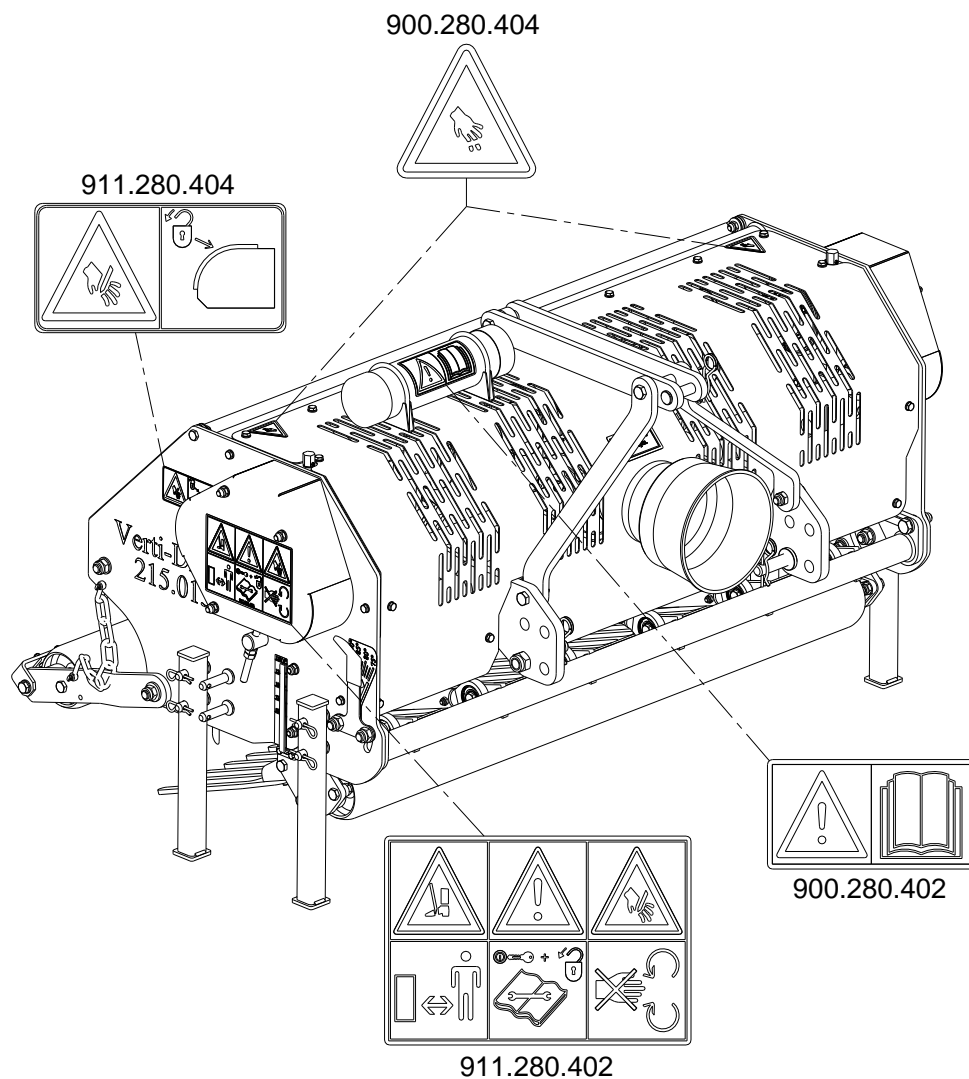

Bild 7
(7) Placering säkerhetsdekalering. (Bild 7)